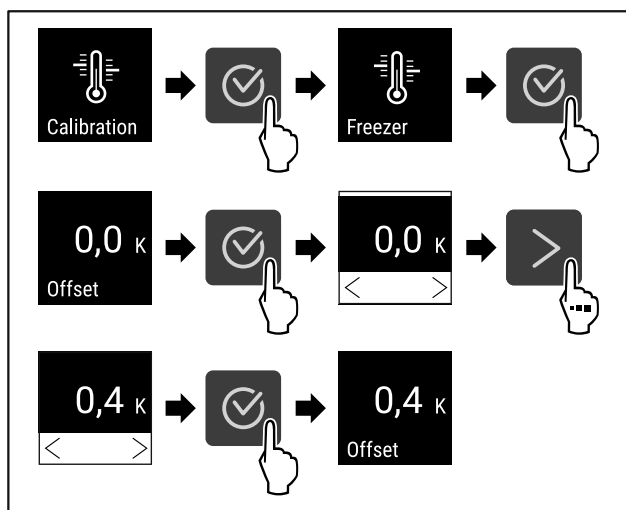

Fig. 95
- Suivre les étapes (voir Fig. 95).